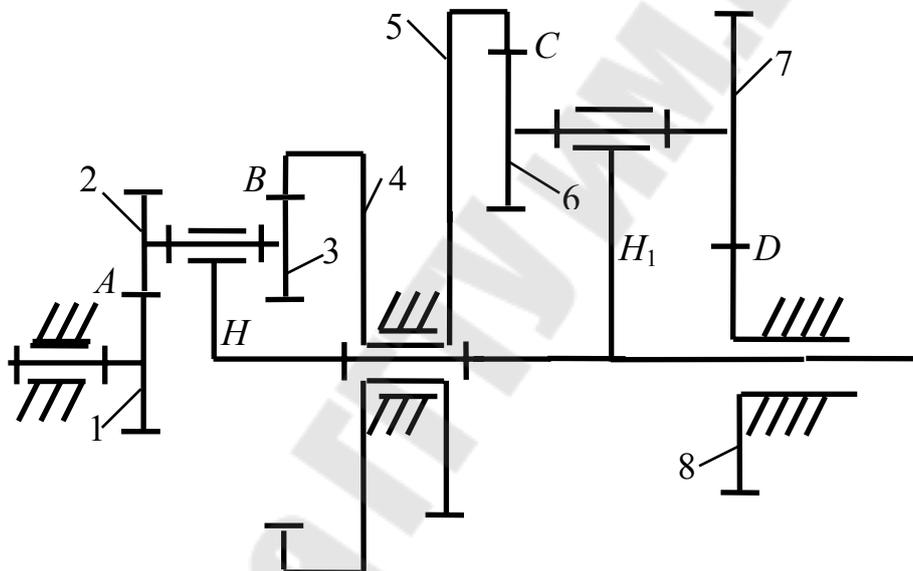

Рис. 8.3
3. Определить угловые скорости звеньев замкнутого дифференциального механизма (рис.8.3), если угловая скорость зубчатого колеса 1 равна  $\omega = 100 \text{ с}^{-1}$ . Исходные данные приведены в табл. 8.3